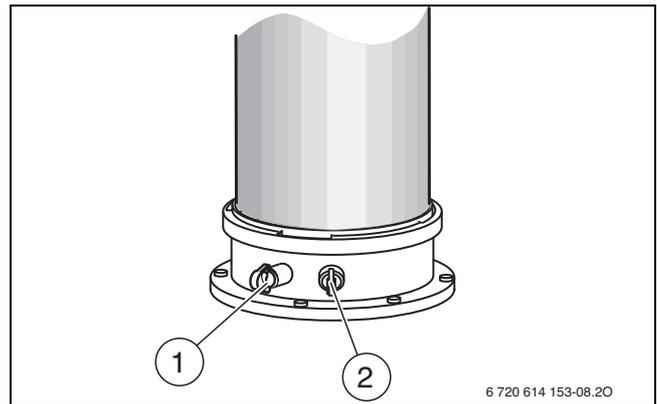

Bild 48 Abgasmessstutzen und Verbrennungsluft-Messstutzen
- ▶ Stopfen am Verbrennungsluft-Messstutzen (→ Bild 48, [2]) entfernen.